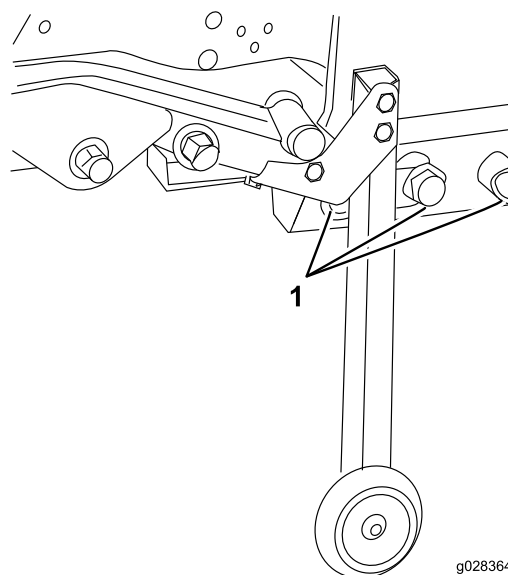

Рисунок 85
38. Подкатите летнюю деку и раму на место установки и установите пять болтов (3/4 дюйма), шайбы и гайки, которые соединяют раму деки с задней рамой (Рисунок 85).